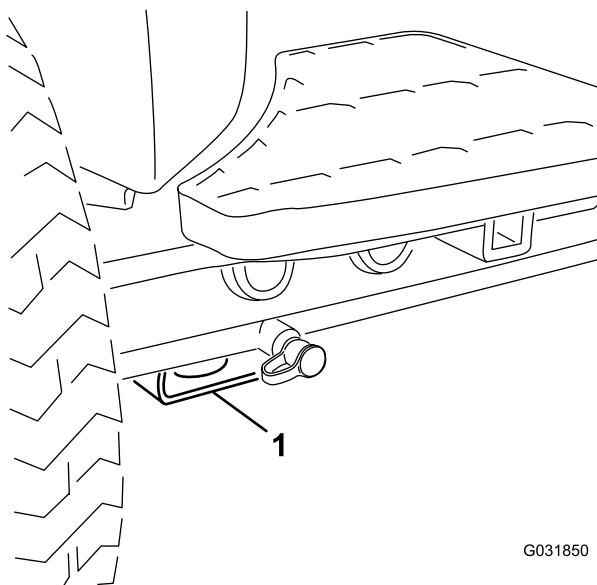

Bild 44
- Vorne: Rechteck unter dem Achsenrohr in jedem Vorderreifen (Bild 44).